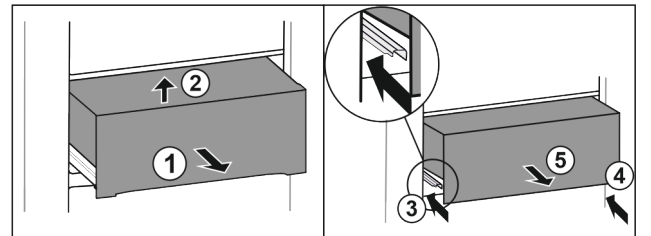

Fig. 32
- Estrarre il cassetto a metà. Fig. 32 (1)
- Sollevare il cassetto dal davanti. Fig. 32 (2)
- Inserire la guida sinistra. Fig. 32 (3)
- Inserire la guida destra. Fig. 32 (4)
- Rimuovere il cassetto tirandolo in avanti. Fig. 32 (5)